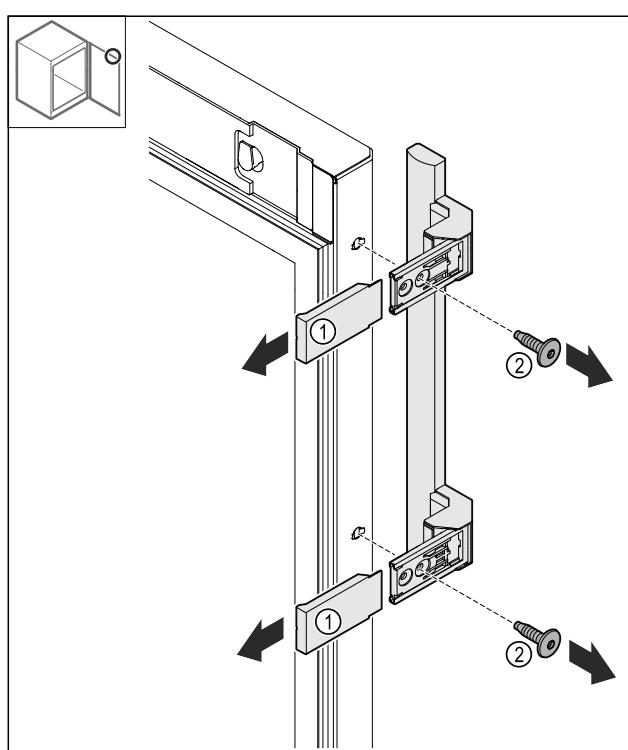

Fig. 25
▶ 拔下盖板 Fig. 25 (1)。
▶ 松开螺栓 Fig. 25 (2)。